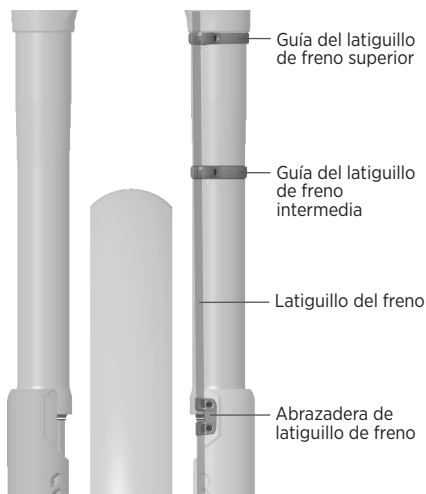

Figura 6: guiado del latiguillo de freno a través de las guías del latiguillo de freno y en la abrazadera del latiguillo de freno
3. Retire los dos tornillos de las guías intermedia y superior del latiguillo de freno. La guía intermedia del latiguillo de freno está marcada con una "M" y tiene un diámetro ligeramente menor que la guía del latiguillo de freno superior (marcada con una "U"). Instale el latiguillo de freno a través de la abertura de cada una de las guías e instálelas en la pata izquierda de la horquilla (Figura 6). Vuelva a colocar los tornillos sin apretarlos.